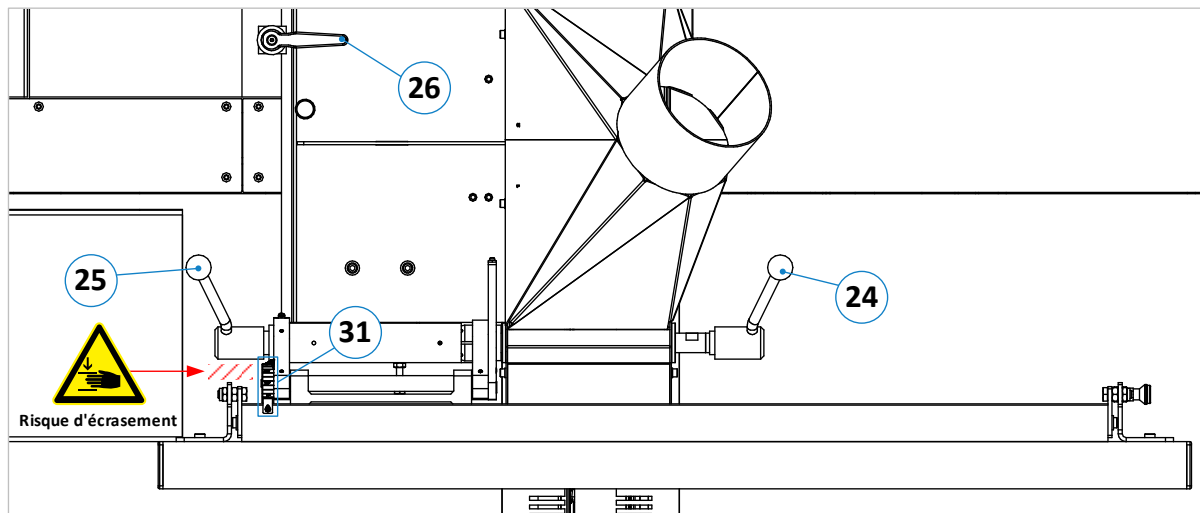
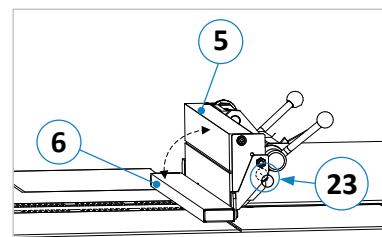

Figure 35 : butée de dressage (vue de dessus)
Figure 36 : guide auxiliaire
Attention : Risque d'écrasement des doigts et des mains entre le levier de réglage (25) et la guide auxiliaire (voir ⇒ Figure 35)! Pendant le réglage de l'angle de la butée, ainsi que lors de mesures ou d'autres travaux de réglage, toujours rabattre la guide auxiliaire vers le bas, vers la table.
- Pour le rabotage de pièces étroites ou le jointage, utilisez la guide auxiliaire pivotante (6) qui se trouve sur la butée de dressage (5).
- En cas de non-utilisation, tirer le boulon d'arrêt (23) vers l'extérieur.
- Faire pivoter la butée vers le haut (voir ⇒ Figure 36) et réenclencher l'axe d'arrêt (23).